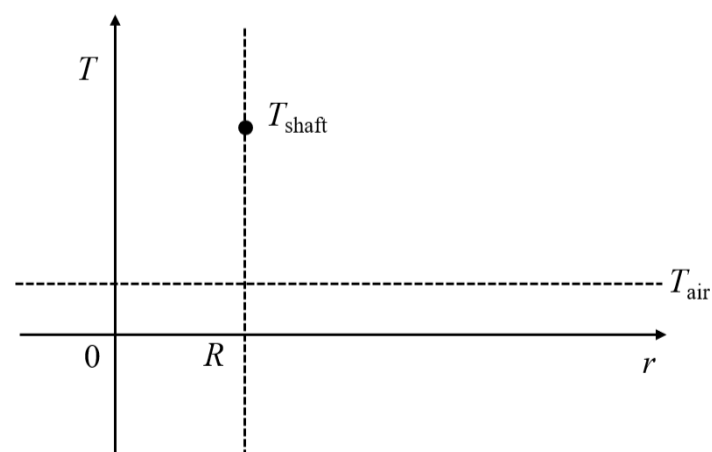

図 2.2 Fig. 2.2
- (3) シャフト直径 D が 0.03 m、シャフトの熱伝導率 k が 60 W/(m·K)、シャフト表面と空気との間の熱伝達率 h が 200 W/(m²·K) のとき、シャフトの半径を代表長さとして、空気中に置かれたシャフトのビオ数 Bi を求めよ。求めたビオ数 Bi の大きさを考慮し、シャフト中心から十分離れた空気に至るまでの半径 r 方向温度分布の概略を T_{shaft} を通るように図 2.2 中に描け。
When the shaft diameter D is 0.03 m, the thermal conductivity of the shaft k is 60 W/(m·K), and the convective heat-transfer coefficient between the shaft surface and air h is 200 W/(m²·K), determine the Biot number of the shaft placed in air. The characteristic length is defined by the shaft radius. In addition, sketch in Fig. 2.2 a schematic radial temperature distribution from the center of the shaft to the ambient air sufficiently far from the shaft surface passing through T_{shaft} by considering the magnitude of the calculated Biot number.